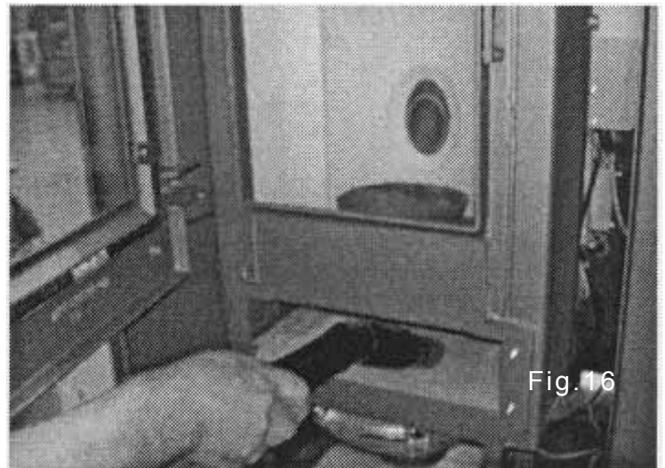
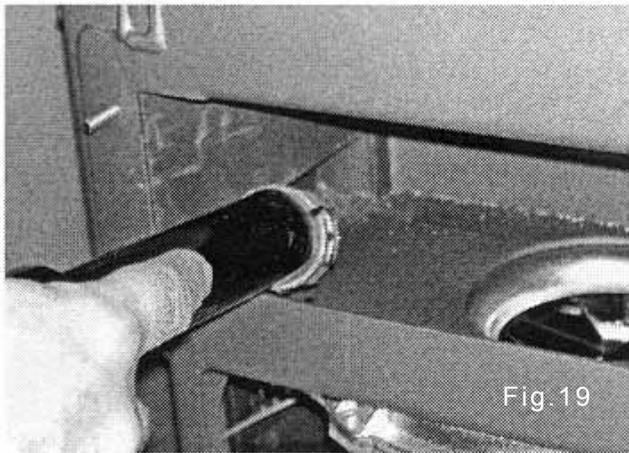

Fig.16
Fig. 19
-se na parte inferior da câmara de combustão (da fig. 16 à fig.19).